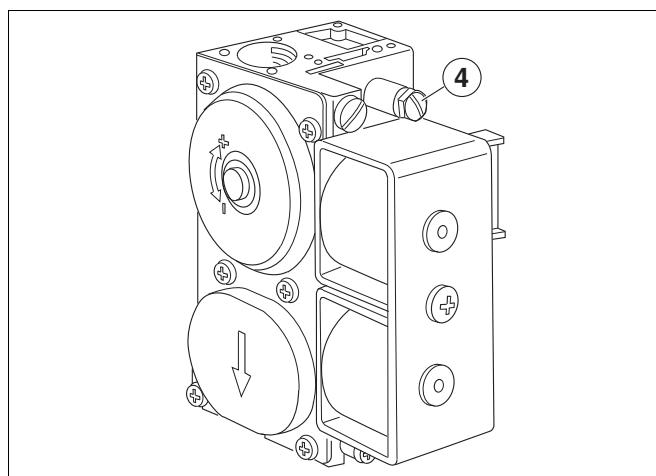

fig. 2 SIT830 Tandem
- Soltar o parafuso de fecho do bocal rosulado de verificação para pressão de ligação (fig. 2 até 4) duas voltas; em SIT 830 remover o parafuso de fecho Tandem.